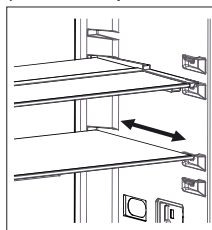

рис. 1
- Потяните полку на себя, чтобы вернуть ее в изначальное положение (рис. 1).